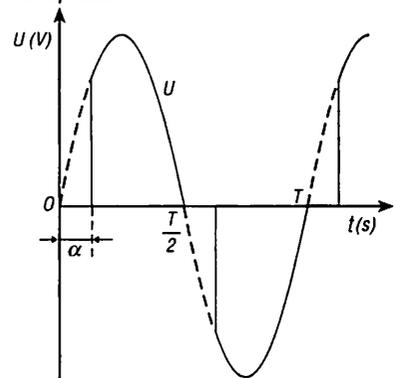

Fig. 2 : On désigne par α l'angle d'amorçage des thyristors.
- L'alternance négative passe par Th_2 dès qu'il est amorcé (courbe fig. 2).